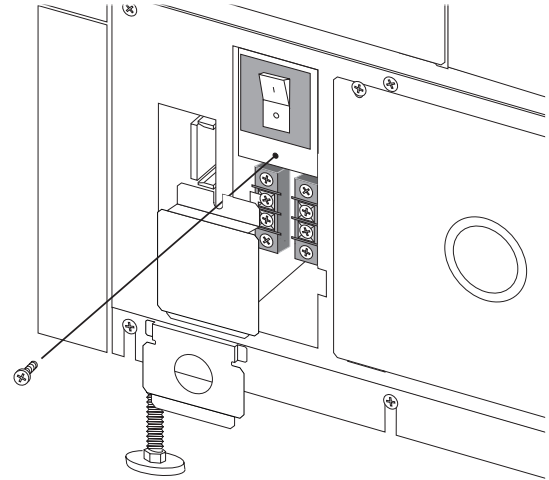

Рис. 4-8 Удаление панелей проводной разводки выключателя дистанционного аварийного отключения питания
1. Смотри рис. 4-8. Удалите винты, удерживающие панель доступа, состоящую из двух частей и расположенную в задней части комплекса силовой защиты. Удалите панель. Поместите винты и части панели в стороне от шкафа комплекса силовой защиты.